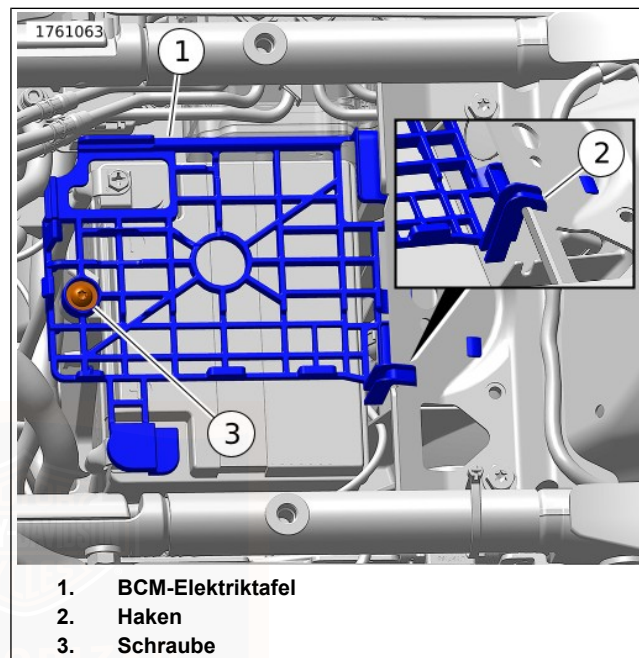

Abbildung 118. Ausbau/Einbau der BCM-Elektriktafel
9. Siehe Abbildung 118 . Die Schraube (3) und die BCM-Elektrizitätstafel (1) entfernen.
7. Siehe Abbildung 118 . Die BCM-Elektriktafel (1) einbauen. Sicherstellen, dass der Haken (2) oben an der Rahmenlasche einhakt.
8. Die Schraube (3) anbringen. Festziehen.